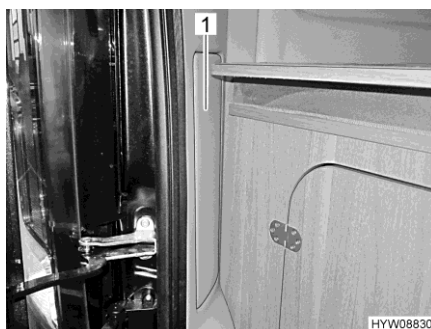

Bild 117 Zugang zu Rückleuchten (Fiat)
- Abdeckung (Bild 117,1) abnehmen. Die Abdeckung ist mit Klettband befestigt.